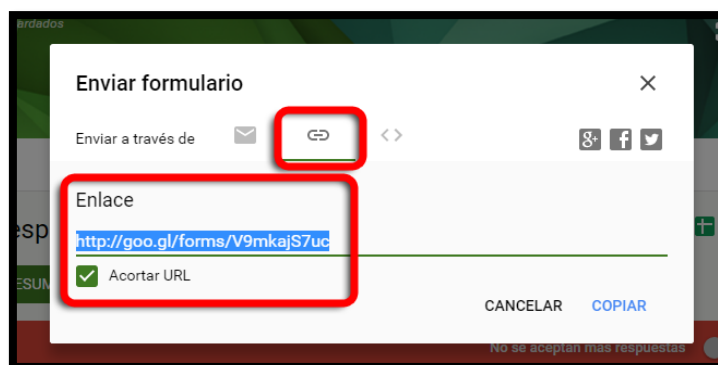

Figura 8. Cuarto paso (b). Elaboración propia
Paso 4b: ...o podemos crear un enlace web acortado, útil para exámenes en clase (Figura 8).